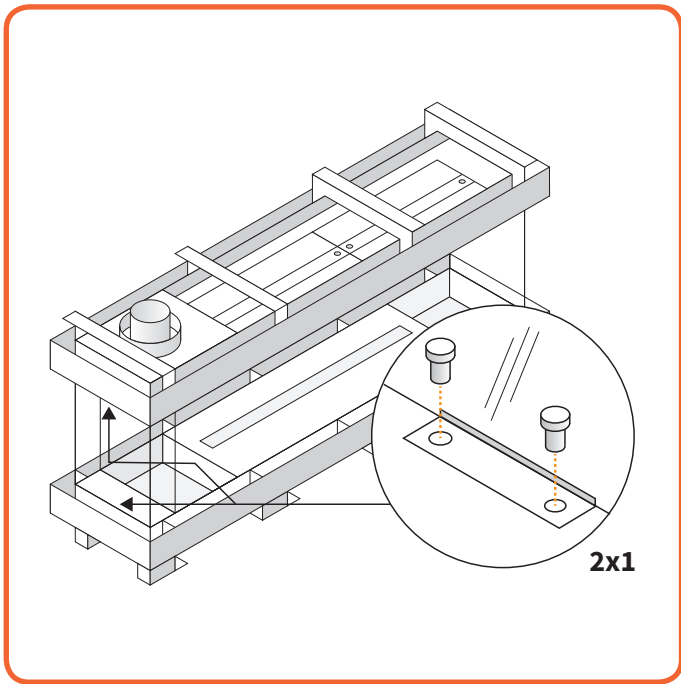

Figure 10.20 - Retirer les pinces de fixation sur le côté court
- Répéter ces étapes comme indiqué sur les **figures 10.20 à 10.23** pour les vitres des extrémités du poêle.